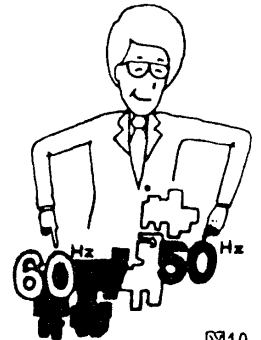

図10
- この器具は50ヘルツ(Hz)、60ヘルツ各専用です。地域の周波数に合った器具をお選びください。(図10)